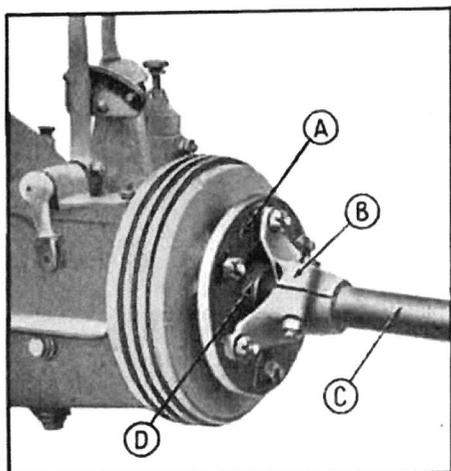

Fig. 73. — Accouplement de l'arbre de cardan avec la poulie de frein.
- 8—Désaccoupler l'arbre de cardan de la poulie de frein différentiel en retirant les écrous des 3 goujons d'entraînement du disque flexible AV. et ceux de la coquille de retenue; desserrer le boulon de blocage du plateau et reculer, sur l'arbre, le plateau et son disque flexible (fig. 73).